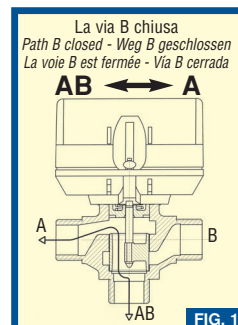
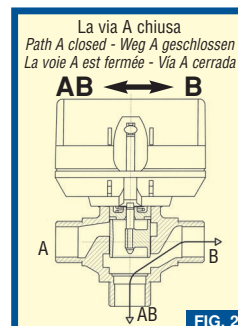

FIG. 1
FIG. 2
**FUNZIONAMENTO** Tutte le parti mobili e le tenute della valvola sono assemblate in una cartuccia. La tenuta ermetica delle vie è garantita da O-Rings sulla superficie esterna del pistone. Quando lo stelo della valvola è in posizione bassa, la valvola è aperta e il flusso passa attraverso i fori dell'otturatore cilindrico (Fig.1). Quando, invece, lo stelo è in posizione alta il flusso è bloccato (Fig. 2). La commutazione fra una via e l'altra avviene in circa 6 secondi.
**FUNCTION** All moving parts and the seals of the valve are assembled in a cartridge. O-rings on the outer surface of the piston guarantee a hermetic seal of valve ports. When the valve stem is in its low position the valve is open and the flow passes and through the holes in the cylindrical shut-off (Fig. 1). When the stem is in its high position the flow is blocked (Fig. 2). Switchover from one path to the other takes about 6 seconds.
**FUNKTIONSWEISE** Alle beweglichen Teile und die Ventildichtungen sind in einer Kartusche zusammengefaßt. Die hermetische Abdichtung der Wege wird von O-Ringen auf der Außenfläche des Kolbens garantiert. Wenn der Ventilschaft unten ist, ist Weg B geschlossen und die Strömung fließt durch die Öffnungen des zylindrischen Schiebers in die Wege A und AB (Abb. 1). Wenn der Schaft ganz oben ist, ist der Fluß in Weg A gesperrt und die Strömung fließt in Weg B und AB (Abb. 2). Das Umschalten zwischen einem Weg und dem anderen erfolgt in ca. 6 Sekunden.
**FONCTIONNEMENT** Toutes les pièces mobiles et les garnitures de la vanne sont assemblées en une seule cartouche. L'étanchéité des voies est assurée par des joints toriques sur les parties extérieures du piston. Quand la tige de la vanne est en position basse, la voie B est fermée, le flux a lieu dans les voies A et AB, passant ainsi à travers les trous de l'obturateur cylindrique (Fig. 1). Par contre, quand la tige est en position haute, le flux est bloqué dans la voie A et a lieu dans les voies B et AB (Fig. 2). La commutation d'une voie à l'autre s'effectue en 6 secondes environ.
**FUNCIONAMIENTO** Todas las partes móviles y las juntas de la válvula están ensambladas en un cartucho. El sellado hermético de las vías está garantizado por las juntas tóricas que se encuentran en la superficie externa del pistón. Cuando el tallo de la válvula está en posición baja, con la vía B cerrada, el caudal fluye por las vías A y AB, pasando a través de los orificios del obturador cilíndrico (Fig. 1). Por el contrario, cuando el tallo está en posición alta, el caudal queda bloqueado en la vía A y fluye por las vías B y AB (Fig. 2). La conmutación entre una y otra vía se produce en aproximadamente 6 segundos.